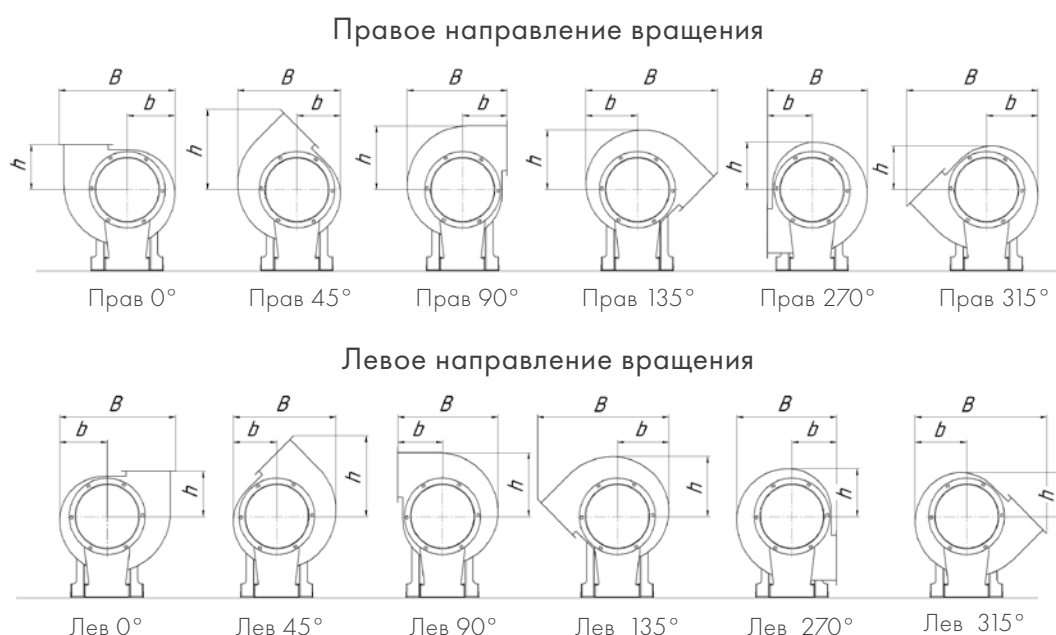

Рисунок 11 – Направление вращения и углы разворота спирального корпуса радиальных вентиляторов
- Углы поворота отсчитывают по направлению вращения рабочего колеса (Рисунок 11):